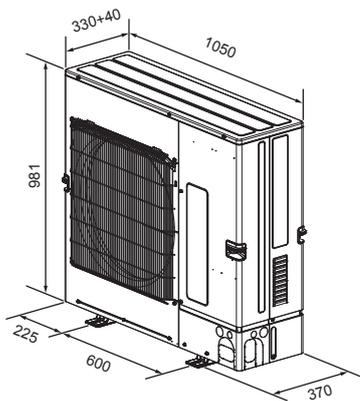

Fig. 2-3
2.3. Buitenafmetingen (Buitenapparaat) (Fig. 2-3)